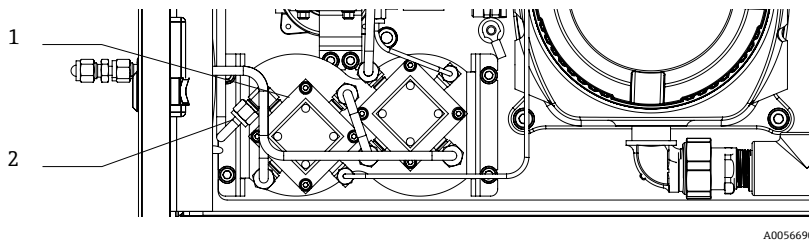

図 17. 空圧バルブ (1) とフィッティング (2)
1. セクション 2.2.2 → 図 17 に記載される手順に従って、SCS の電源をオフにして分離し、パージします。